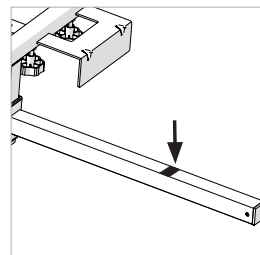

Abb. 12
**WARNUNG:** Die Verlängerungsarme dürfen nicht über die vorgeschriebene sichere Länge ausgezogen werden. Als Hilfestellung für den Bediener ist auf der Oberfläche der Verlängerungsarme ein Sicherheitsindexpunkt aufgedruckt. **(Abb.12)**